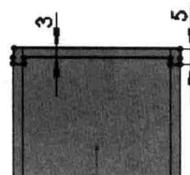

图 2.6 横断面草图
② 在草绘环境中绘制图 2.6 所示的横断面草图。
(3) 定义切除深度属性。
① 定义切除深度方向。采用系统默认的切除深度方向。
② 定义深度类型和深度值。在“切除一拉伸”窗口 **方向1** 区域的下拉列表框中选择 **给定深度** 选项。深度值为 52.0。
(4) 单击窗口中的 \checkmark 按钮，完成切除一拉伸 1 的创建。